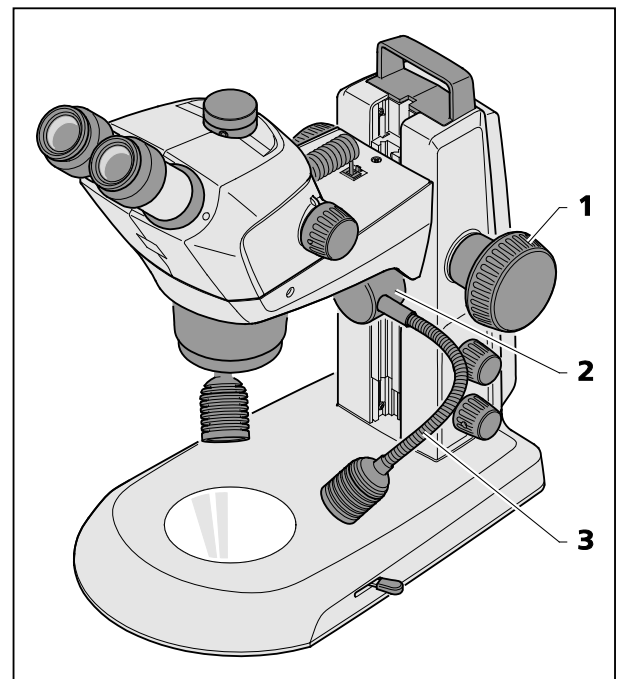

Bild 22 Doppel-Spotleuchte
- Den Mikroskopkörper mittels Fokussierknopf (Bild 22/1) in die oberste Position fahren. Doppelspot-Leuchte (Bild 22/2) in der Führung auf die gewünschte Höhe schieben.
- Durch Verbiegen der beiden Schwannenhälse (Bild 22/3) die Spots so einstellen, dass das Objekt optimal ausgeleuchtet wird.